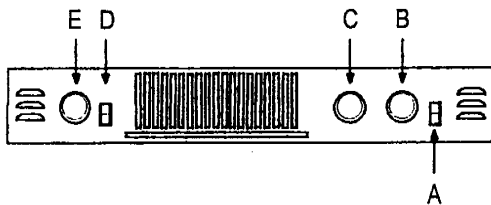

ILUSTRACIÓN 9
2. Para ubicar los controles, vea la ILUSTRACIÓN 9.